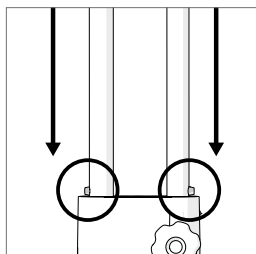

Fig. 8
N.B.: Als de locatiepennen om ongeacht welke reden (transportschade, fout bij het uitpakken, fout van de operator enz) zijn verplaatst (**Fig. 8**) kan de slede pas in de schuine halsrand of op de zaagkop worden gemonteerd nadat ze opnieuw zijn ingesteld.